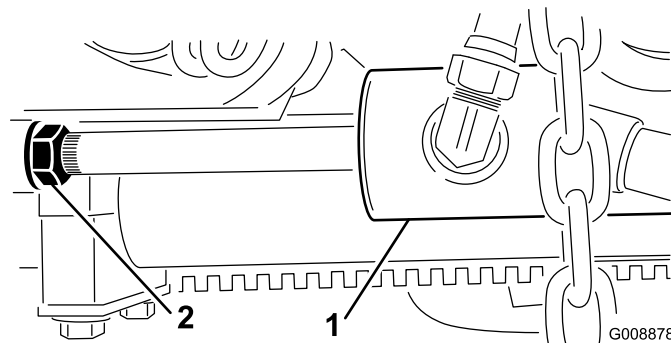

Figura 24
- B. Solte a porca de bloqueio no cilindro (Figura 24).